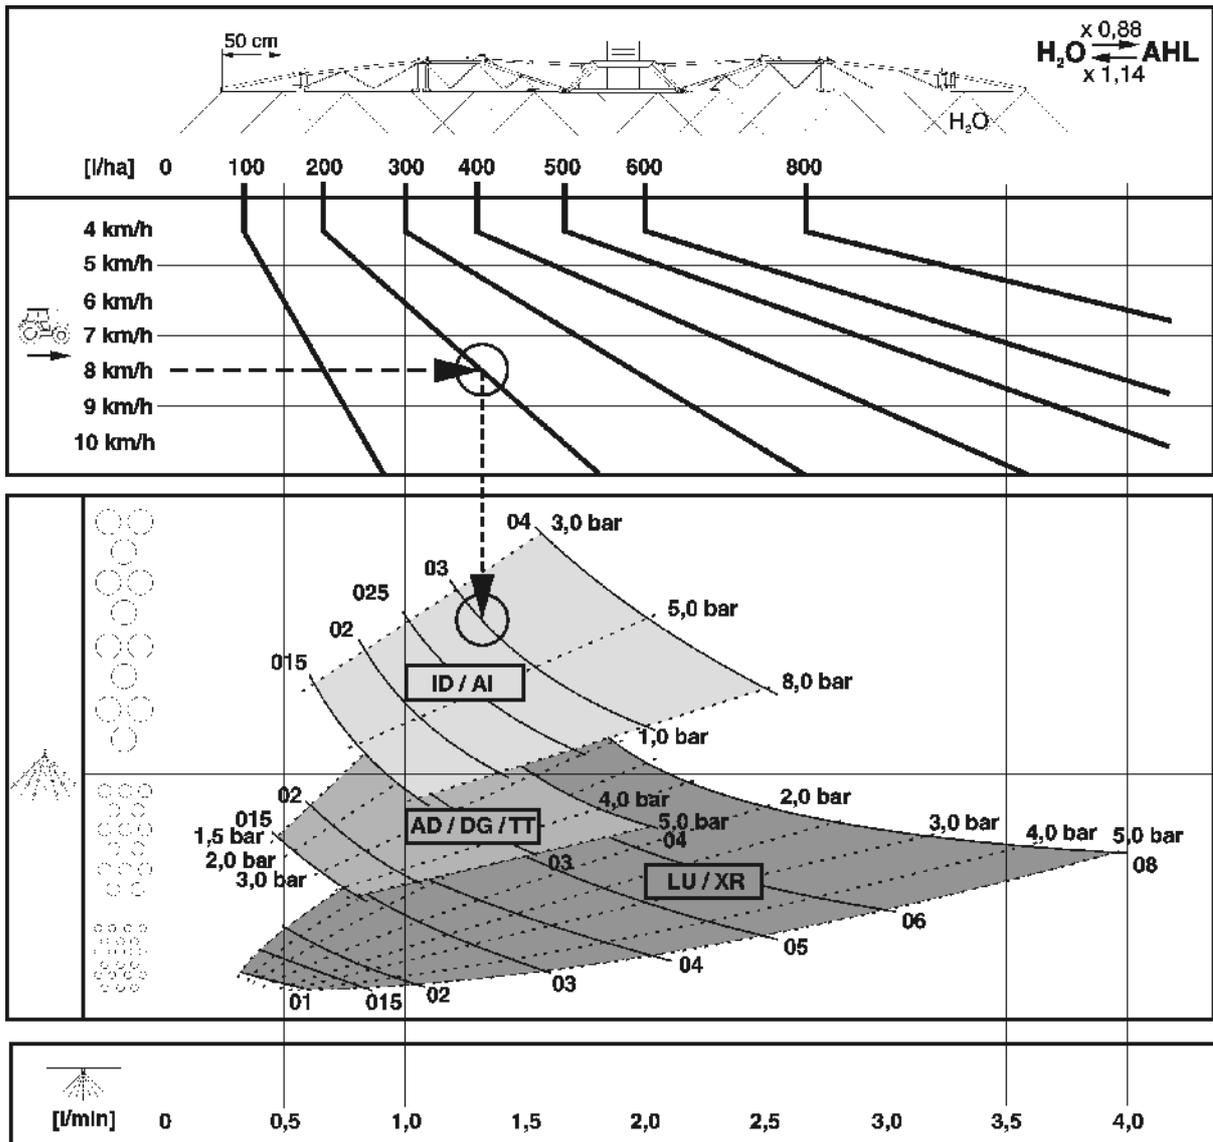

Fig. 155
- Die Fig. 155 dient zur Auswahl des geeigneten Düsentyps. Der Düsentyp wird bestimmt durch